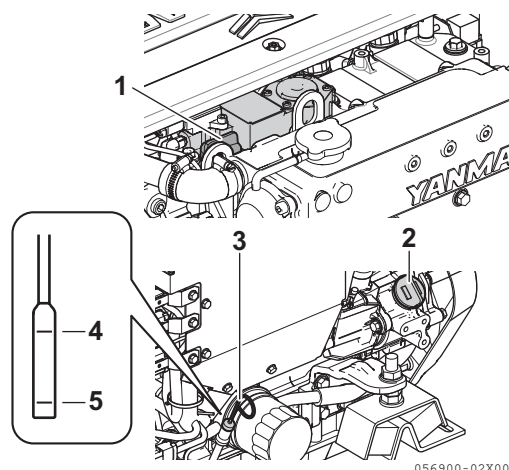

Figure 6
2. Enlevez la jauge (**Figure 6, (3)**) et nettoyez-la avec un tissu propre.
4. Enlevez la jauge. Le niveau de l'huile doit être compris entre les lignes supérieure (**Figure 6, (4)**) et inférieure (**Figure 6, (5)**) de la jauge.
1. Retirez le bouchon du port de remplissage d'huile jaune (**Figure 6, (1) (2)**) et remplissez avec de l'huile pour moteur.
2. Remplissez avec de l'huile jusqu'à la limite supérieure (**Figure 6, (4)**) sur la jauge (**Figure 6, (3)**).